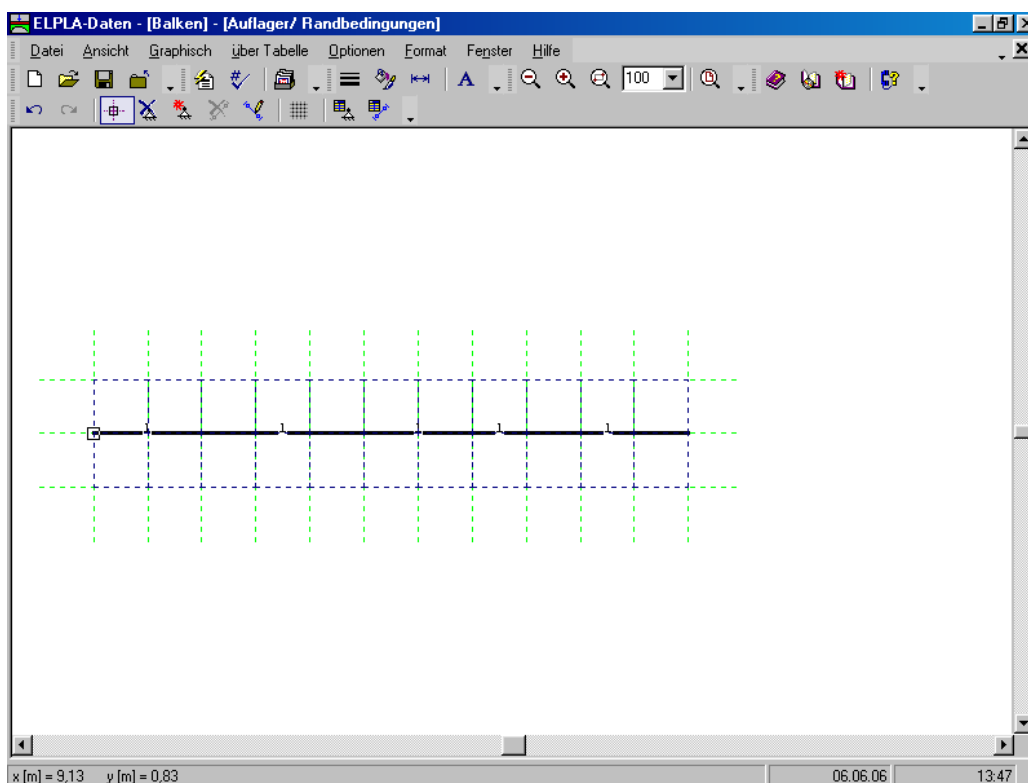

Bild 8-21 Markierung der Knoten mit Auflagern (kleine Rechtecke an den Ecken)
- Klicken Sie die linke Maustaste auf den gewünschten Knoten mit Auflager, wie im Bild 8-21 gezeigt
- Nach dem Auswählen von Knoten der Auflager wählen Sie "Auflager einfügen" aus dem Menü "Graphisch" im Bild 8-21